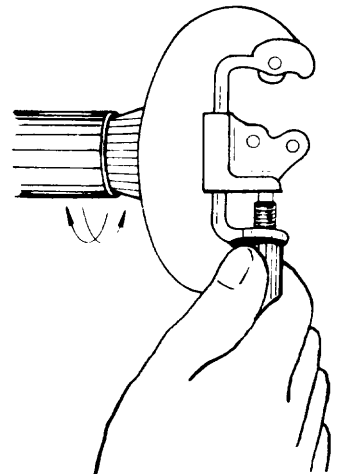

Fig. 2
- c Elimine las rebabas de la cañería (fig. 2).